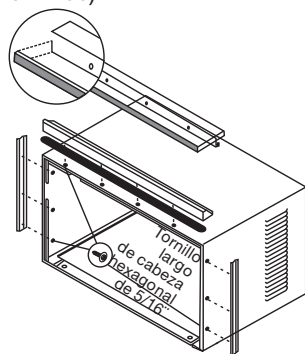

FIG. 8
2. Instale los retenedores laterales y del ángulo superior en el gabinete, como se muestra en la Fig. 8. (10 tornillos)